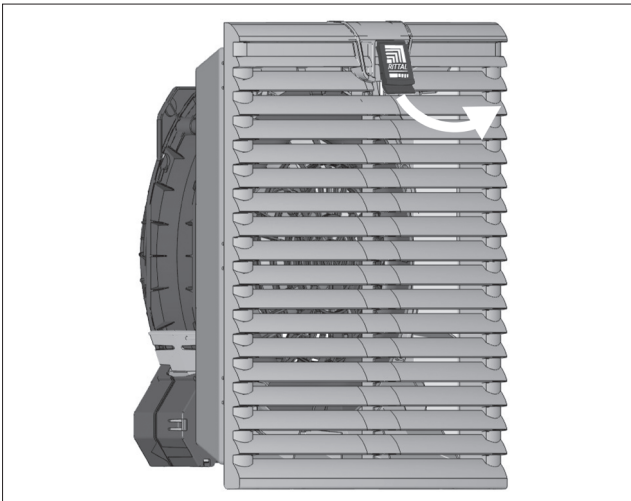

Fig. 6 : déblocage de la grille à lamelles
- Tirer tout d'abord le logo dans la grille à lamelles un peu vers le haut avec le doigt (voir fig. 6).